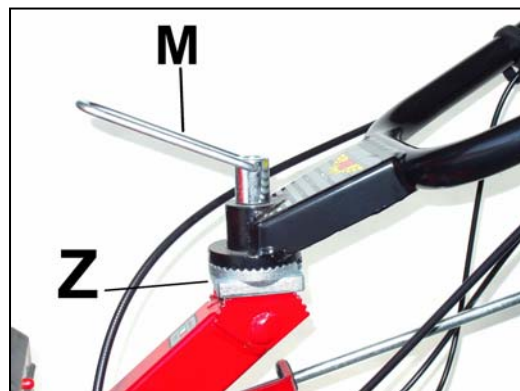

Fig. 10 Dado di regolazione delle stegole.
1. allentare il dado di fissaggio (part. M in fig. 10) dotato di maniglia;
Con riferimento alla Fig. 10 a pag. 7,